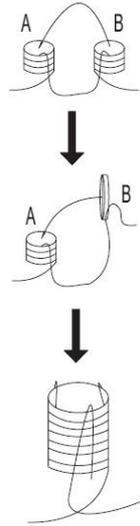

Fig. 3-4-1: Instrucciones para cables de soldadura
- Si se utiliza un cable extendido, haga lo que se muestra en la Fig. 3-4-1.